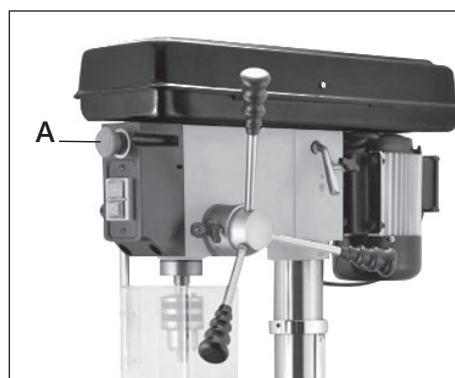

Рисунок 20.
Отключите станок и установите режущий инструмент. Установите переключатель **А** (рис. 20) в нужное положение: (L) – вращение против часовой стрелки, (R) – вращение, (0) – положение отключения магнитного пускателя. Включите станок.